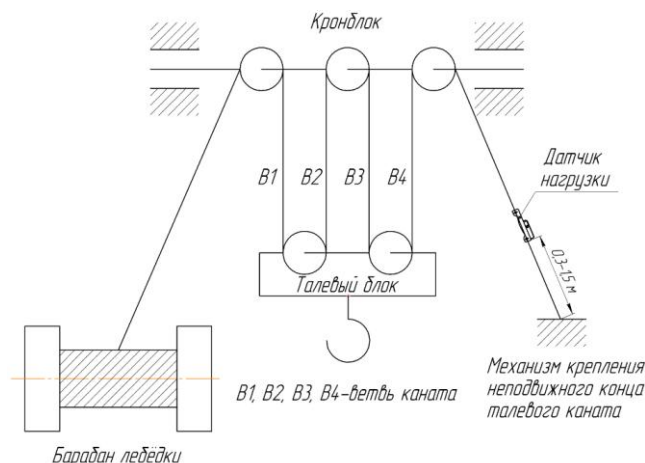

Рисунок 15. Схема талевой системы 2х3
- **«КОЭФФ»:** ввести коэффициент кратный числу ветвей каната (см. рисунок 15), на которые распределяется груз (кратность талевой системы)